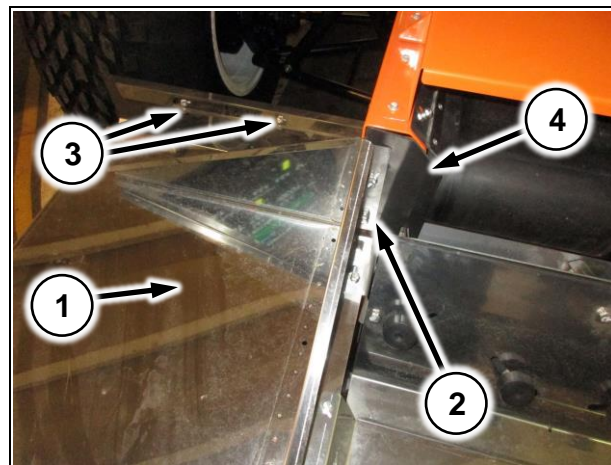
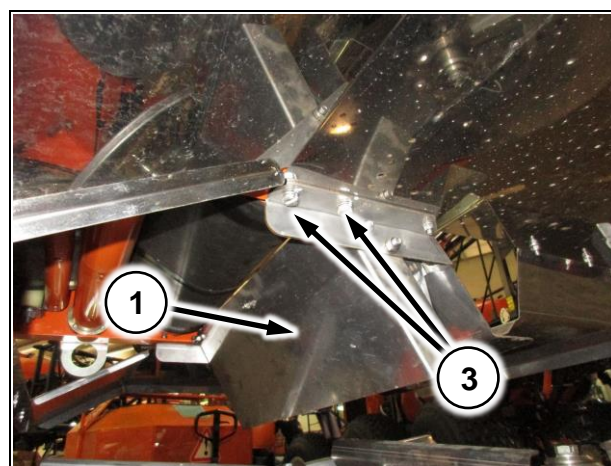
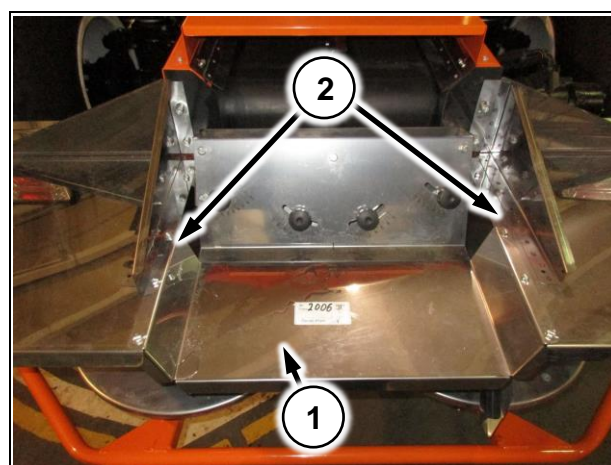

Рис. 186
Рис. 187
Рис. 188
- 1 Установите отражатель (Рис. 186/1) на подающий механизм и зафиксируйте болтами (Рис. 186/2,3) слева и справа. При закручивании болтов (Рис. 186/2) установите резиновый уплотнитель (Рис. 186/4) под уплотнитель.
- 2 Установите делитель (Рис. 187/1) на подающий механизм и зафиксируйте болтами (Рис. 187/2) слева и справа. Болты так же фиксируют отражатель (Рис. 186/1)
- 3 Установите центральный отражатель (Рис. 188/1) сверху боковых отражателей (Рис. 186/1) и зафиксируйте болтами (Рис. 188/2).